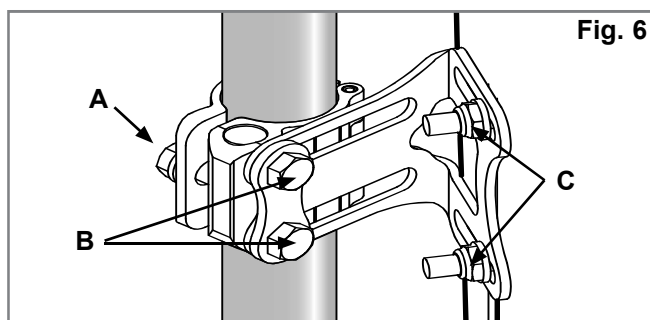

Fig. 6
(Fig. 6, 7).
1. Avlägsna de två (2) skruvar (B) som håller ihop fästet med ryggrörsfästet, (Fig.6).